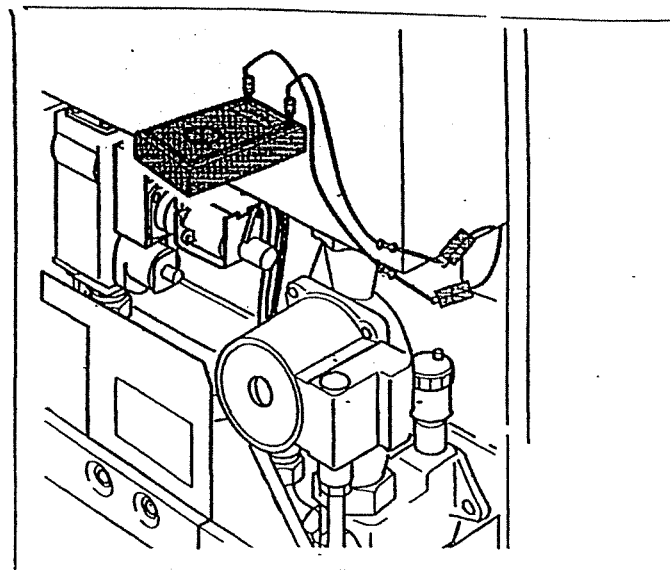

Fig. 34 Misurazione della corrente di ionizzazione
- ◆ Staccare il collegamento a spina del cavo di controllo e collegare in serie lo strumento di misura (Fig. 34). Sullo strumento selezionare la corrente continua in μA .